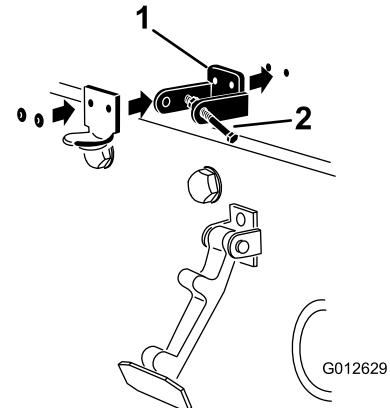

Figura 4
**Nota:** El cierre de seguridad debe estar en contacto directo con el capó (Figura 4). No retire el conjunto de perno y tuerca del brazo del cierre de seguridad.
6. Remache el seguro de cierre, el cerradero y las arandelas al capó (Figura 4).